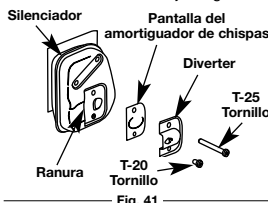

Fig. 41
- Con un destornillador de vástago plano o broca Torx T20, saque el tornillo que conecta la cubierta del amortiguador de chispas al silenciador (Fig. 41).